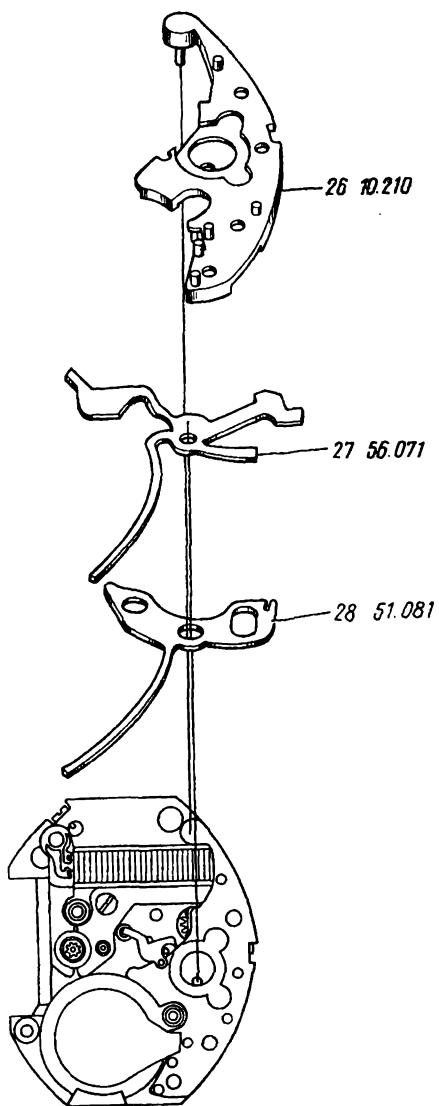

Рис. 26
28. Снять накладку 26 (рис. 26)